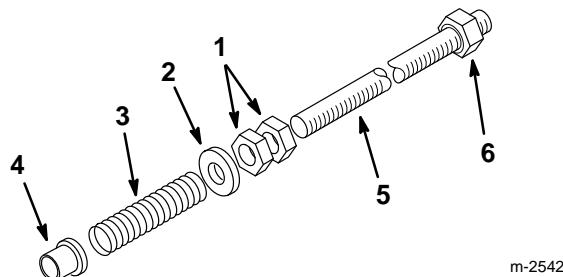

Figure 7
4. Visser 2 contre-écrous de 13 mm (1/2") à environ 22,8 cm (9") sur chaque tige de réglage (Fig. 7).
5. Insérer une entretoise de 13 mm (1/2"), un ressort et un coussinet sur chaque tige de réglage, en plaçant la collarette du coussinet du côté du ressort (Fig. 7).